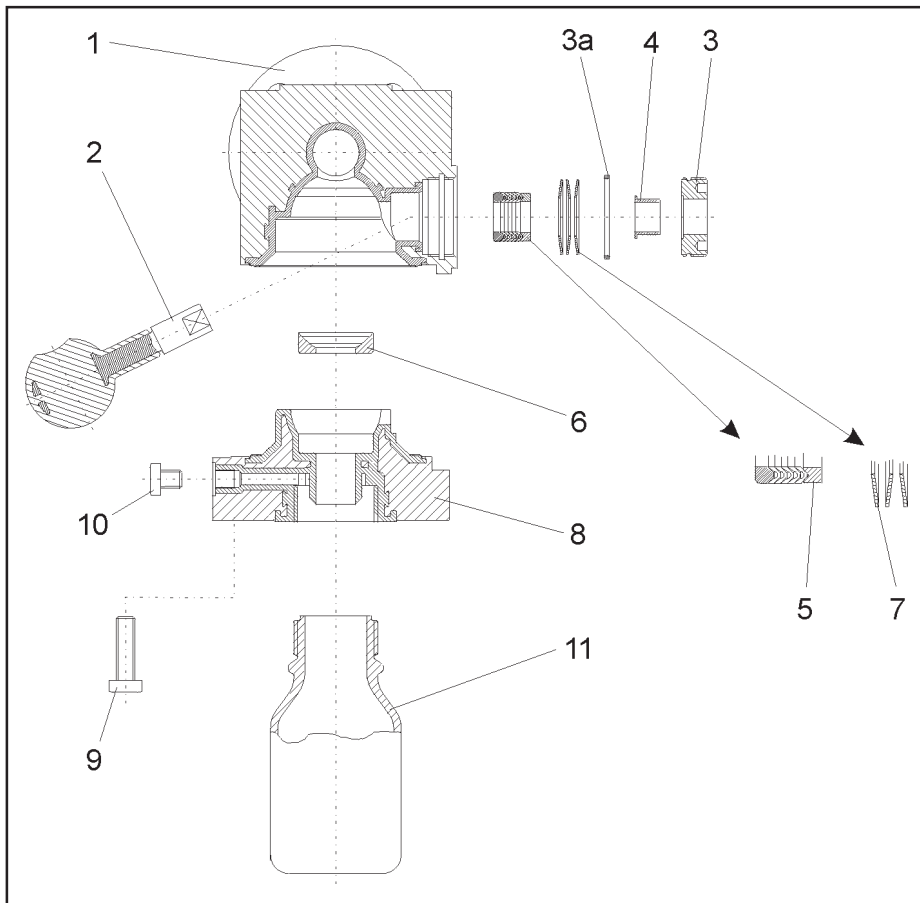

Bild 3 - Explosionszeichnung des Probenehmerhahns BR 27d
Anschliessend werden die V-Manschetten Ring für Ring und zuletzt der Edelstahl -Druckring eingebracht. Die Anordnung der Packung ist der Explosionszeichnung (Bild 3) zu entnehmen.
Jetzt kann der Tellerfedernsatz (7) eingelegt werden. Auch die Anordnung der Tellerfedern ist der Explosionszeichnung (Bild 3) zu entnehmen.